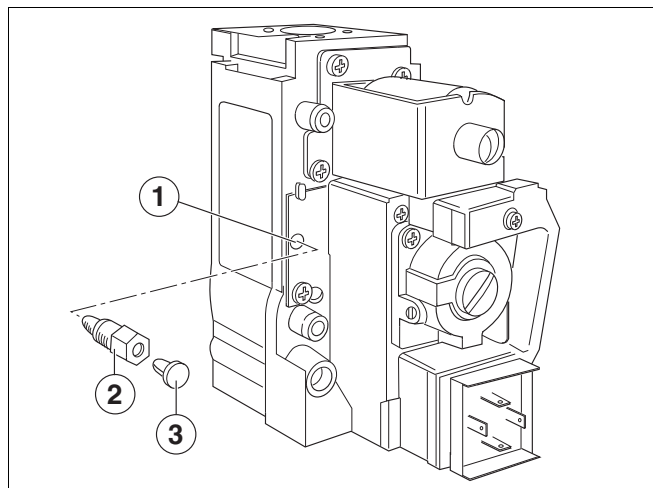

fig. 1 Válvula do queimador a gás Honeywell VR 4601 C/CB
- Remover a tampa de protecção sobre a abertura da carga inicial na nova válvula e aparafusar um dos dois adaptadores de carga inicial inclusos (fig. 1):
- O adaptador de carga inicial, por razões de segurança, deve estar provido de uma tampa de protecção. Colocar a tampa de protecção da abertura da carga inicial no adaptador de carga inicial (fig. 1).